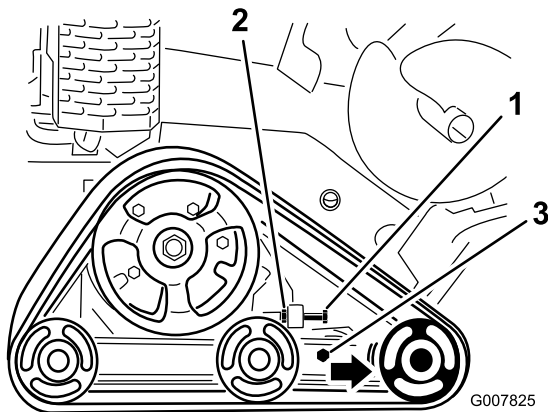

Bild 56
3. Lösen Sie die Klemmmutter an der Spannschraube der Kette und die Klemmschrauben am Spannarm (**Bild 56**).
4. Ziehen Sie die Spannschraube bis auf 32,5-40 N·m an, um die Kette zu spannen (**Bild 56**).
4. Lösen Sie die Spannschraube und Klemmmutter (**Bild 56**).
5. Lösen Sie die Klemmschrauben (**Bild 56**).